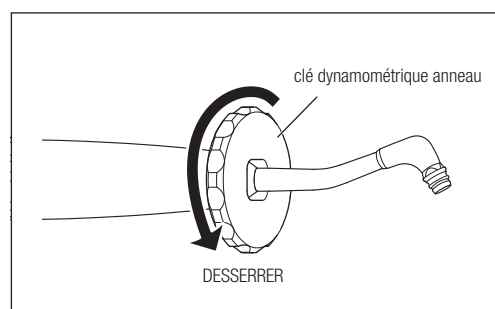

Fig. 39
- 1) Faites passer l'embout à l'intérieur de la clé dynamométrique anneau fournie, desserrez-le et retirez-le de la pièce à main (Fig. 39).